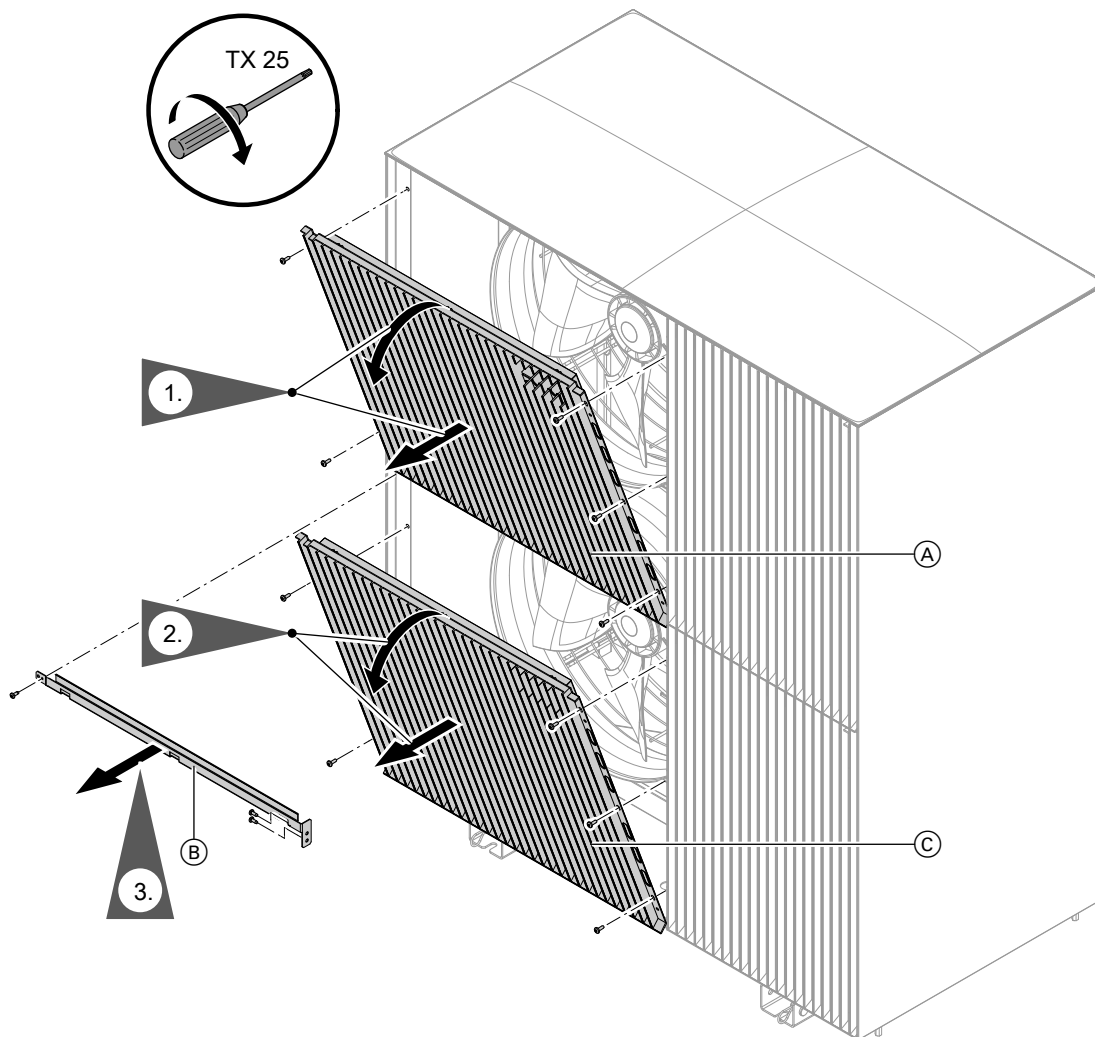

Fig. 94
3. Remove fan grilles and reinforcing strut: See Fig. 94.